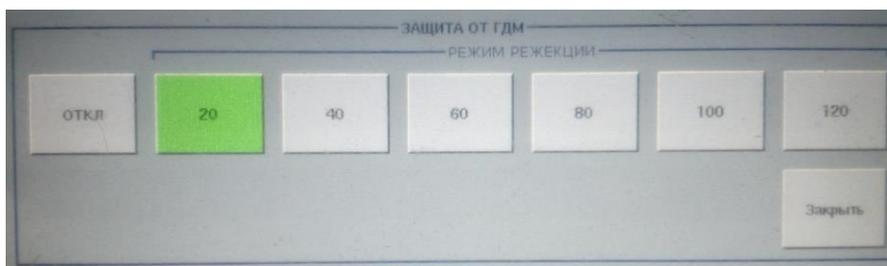

Рис. 5.23. Включение системы защиты «ГДМ 20–120» на панели МПС 12
- нажать кнопку «ГДМ», в появившемся окне нажать кнопку «20», открывшееся окно закроется, а на кнопке «ГДМ» появится надпись «20» (рис. 5.23);
- нажать кнопку «ГДМ», в появившемся окне нажать кнопку «20–80» (в зависимости от метеоусловий), открывшееся окно закроется, а на кнопке «ГДМ» появится надпись «20–80» (см. рис. 5.23);
- нажать кнопку «ГДМ», в появившемся окне нажать кнопку «40–120» (в зависимости от метеоусловий), открывшееся окно закроется, а на кнопке «ГДМ» появится надпись «40–120» (см. рис. 5.23);
- нажать кнопку «ГДМ», в появившемся окне нажать кнопку «20–120» (в зависимости от метеоусловий), открывшееся окно закроется, а на кнопке «ГДМ» появится надпись «20–120» (см. рис. 5.23);